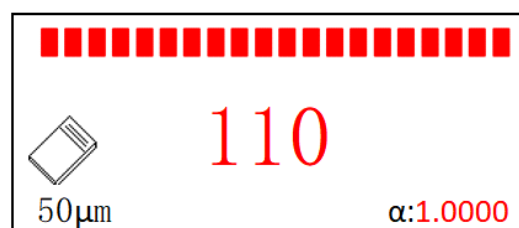

Рисунок 30. Неверная толщина калибровочной фольги
- «110» (Рисунок 30): толщина калибровочной фольги не соответствует установленной; проверьте или замените фольгу.